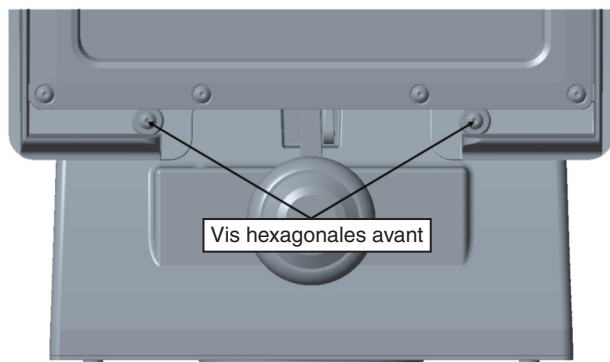

Fig. 1
1. L'appareil doit être réglé à un angle de coupure de 0 °. **Si cet angle est celui désiré, passez à l'étape 5.** Si un autre angle est souhaité (15 °, 30 ° ou 45 °), retirez les deux vis hexagonales avant (**Figure 1**).